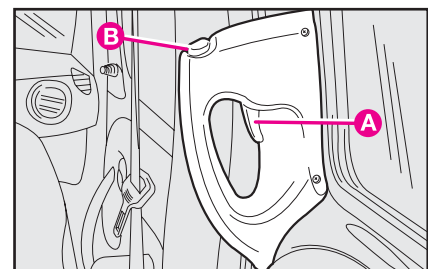

рис. 112
**Чтобы открыть дверь:** потянуть рычаг А (рис. 112) и передвинуть дверь назад.